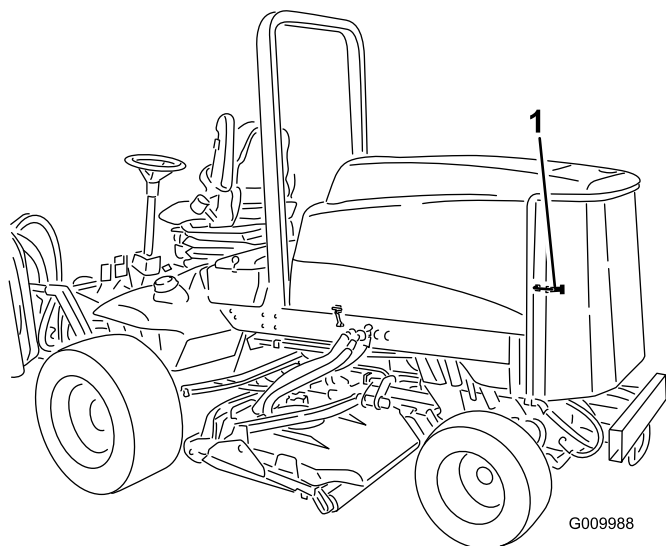

Figura 49
1. Destranque e abra o painel traseiro (Figura 49). Limpe cuidadosamente os detritos do painel.